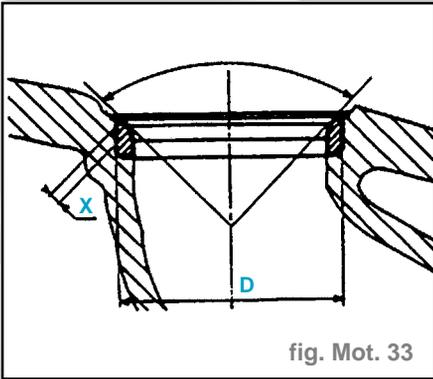

fig. Mot. 33
- La rectification de la portée d'admission s'effectue avec la fraise n°208 côté 31° réduire la largeur de cette portée en 2, grâce à la fraise n° 212 côté 75° jusqu'à l'obtention de la largeur X (fig. Mot. 33)
- La rectification de la portée d'échappement s'effectue avec la fraise n°204 côté 46° réduire la largeur de cette portée en 2, grâce à la fraise n°273 côté 60° jusqu'à l'obtention de la largeur X (fig. Mot. 33)